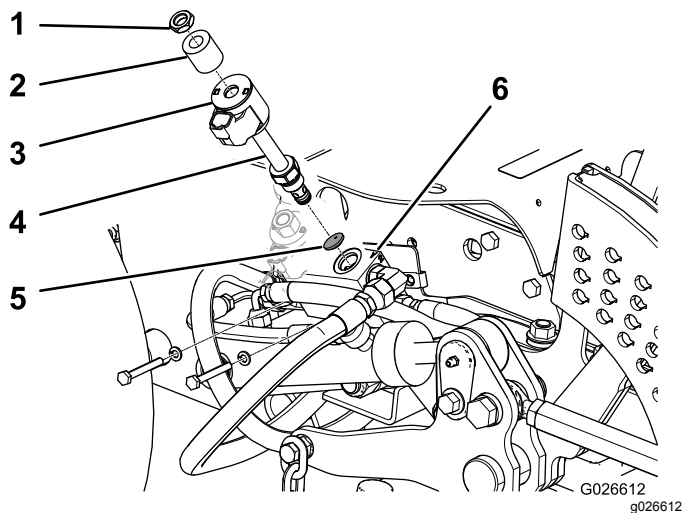

Рисунок 10
- Е. Снимите проставку, катушку и электромагнитный клапан с коллектора клапана подъема (Рисунок 10).
- Ф. Вставьте диафрагму в отверстие коллектора торцом с фаской внутрь (Рисунок 10).
- Н. Установите узел катушки/разделителя на электромагнитный клапан (Рисунок 10).
- И. Прикрепите узел катушки/проставки к клапану с помощью гайки (Рисунок 10) и затяните гайку с моментом 7 Н·м.